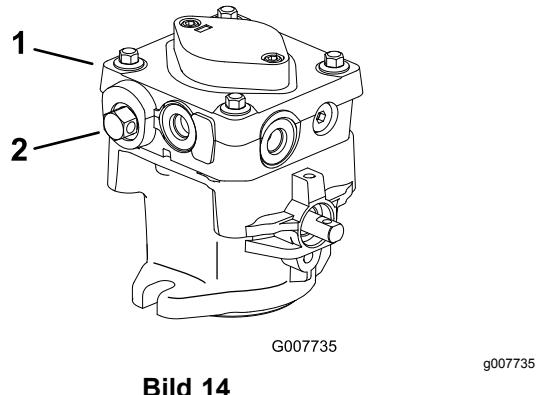

Bild 14
3. Drehen Sie die Sicherheitsventile einmal oder zweimal nach links, um sie zu öffnen (Bild 14).